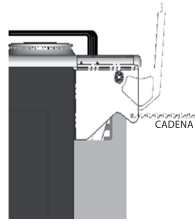

fig. 3
3. Enganche la cadena (**fig. 3**) al cáncamo como se muestra en la **fig. 4**.